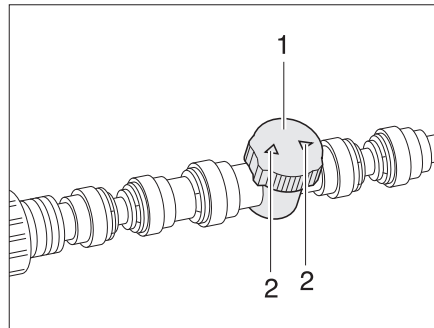

Fig. 113 Régulateur de l'échauffement du plancher
- Régler le régulateur (Fig. 113,1) sur le débit désiré (débit max. = flèche (Fig. 113,2) dans le sens de la conduite).
- Tourner le régulateur (Fig. 113,1) de sorte que la flèche (Fig. 113,2) se trouve en travers de la conduite de chauffage.